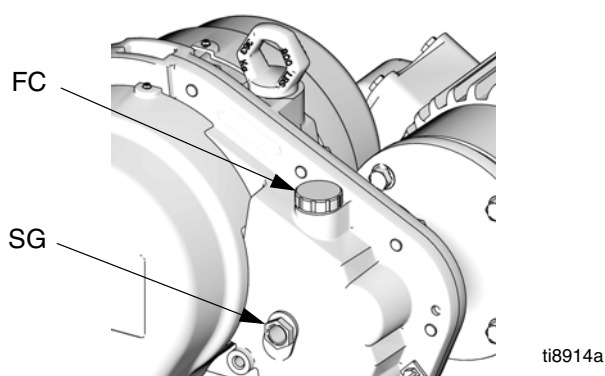

ABB. 6. Öl einfüllen
Den Einfülldeckel (FC) öffnen und den Vorgelege-Ölbehälter mit 2 Quarts (1,9 l) Graco-Öl 288414 (zwölf 1-Quart-Flaschen) füllen. Den Ölstand im Schauglas (SG) am Vorgelegegehäuse kontrollieren. Nicht überfüllen. Siehe ABB. 6.